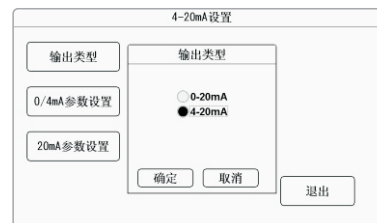

图2-52
- ◆ 输出类型：点击输出类型弹出如图2-52所示界面，选择0-20mA或4-20mA输出，选定后按【确定】键确认。